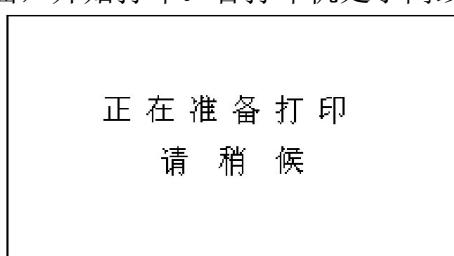

图 15
4.7 在图 11 或在图 13 界面下按 OK 键，若打印机此时处于在线状态，则出现图 15 所示界面，开始打印。若打印机处于离线状